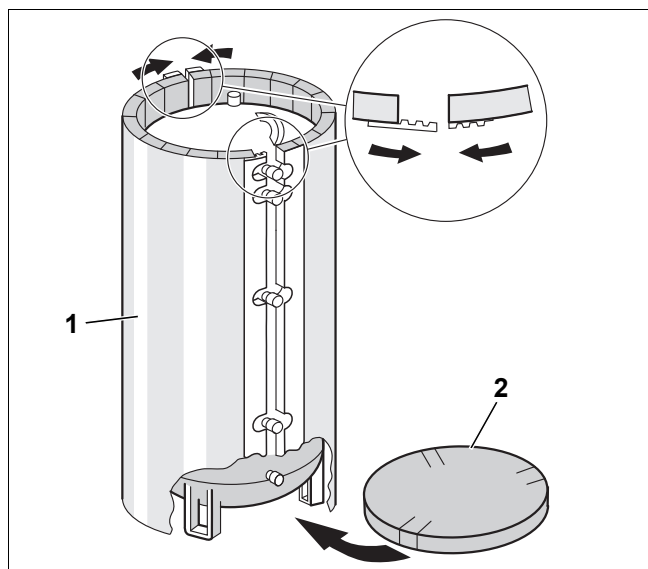

Рис. 9 Монтаж теплоизоляции (схематичное изображение)
- Положите на пол нижний теплоизоляционный круг (рис. 9, [2]) с надрезами для ножек бойлера.
- Уложите теплоизоляционные маты (рис. 9, [1]) на корпус бака так, чтобы отверстия в теплоизоляции совпали со штуцерами бака.
- Сначала соедините теплоизоляцию на задней стороне бака в соответствии с рис. 9.
- Обе зубчатые рейки должны полностью зацепиться (см. выносок на рис. 9).